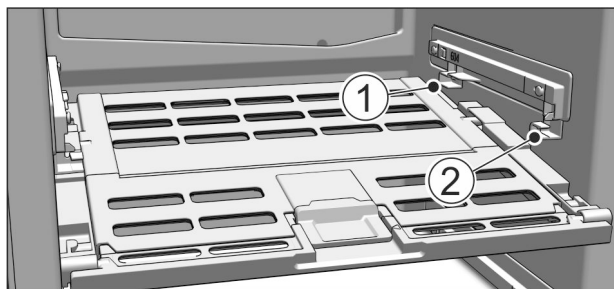

Fig. 50
- ▶ 装入水果和蔬菜长久保鲜盖子：将桥形接片由下方导入后部固定支架 Fig. 50 (1) 内并卡在固定支架 Fig. 50 (2) 的前部。